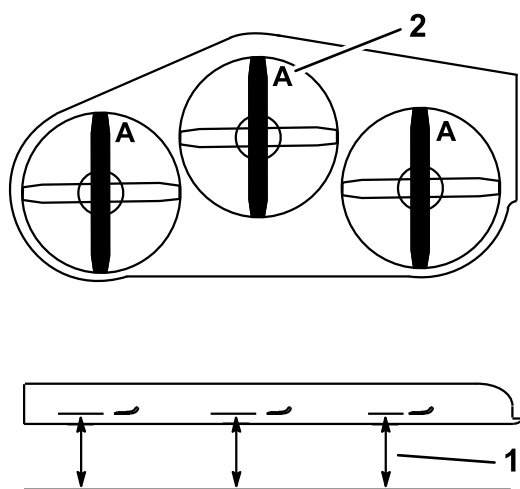

Figura 94
- Mida desde una superficie nivelada hasta el filo de corte, posición A, de las cuchillas (Figura 94).